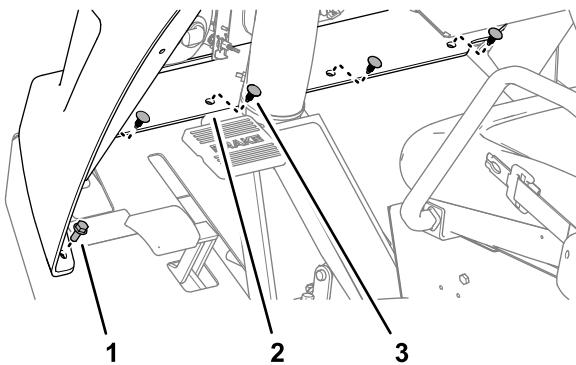

Figura 60
3. Retire las 4 grapas que sujetan la pestaña inferior del capó a la máquina (Figura 60).
4. Retire los 2 pernos con arandela prensada (5/16" x 3/4") que sujetan la pestaña inferior a la máquina (Figura 60).